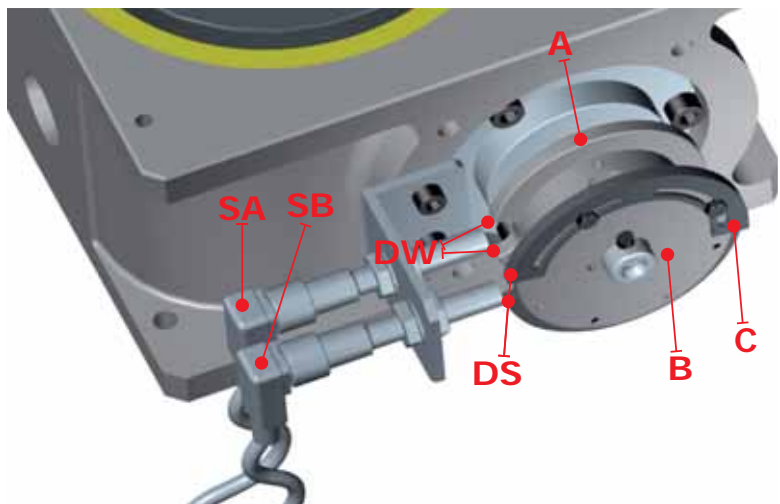

Fig. 1
The signal to stop the motor is made by way of two phase cams **A** & **B** and two (2) proximity sensors (PNP n.o.) designated as **SA** and **SB** (**Fig. 1,2**).
Il sistema di arresto del motore durante la fase di fermo è composto da due camme di fase **A** e **B** e due sensori (PNP n.o.) **SA** e **SB** (**Fig. 1,2**).
Das Stoppsystem des Motors mittels Signal besteht aus zwei (Phasen-) Nocken **A** und **B** und zwei Sensoren (PNP n.o.) **SA** und **SB** (**Abb. 1,2**).
Le système d'arrêt du moteur pendant la phase d'arrêt de l'unité est composé de deux cames **A** et **B** et de deux capteurs (PNP n.o.) **SA** et **SB** (**Fig. 1,2**).
La señal de parar el motor se realiza por medio de dos levas de fase **A** y **B** y dos sensores de proximidad (PNP n.o.), designados como **SA** y **SB** (**Fig. 1,2**).